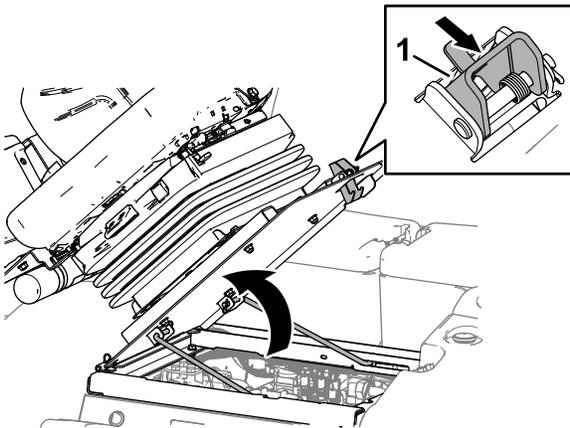

Figura 63
1. Spostate il fermo del sedile verso l'esterno (Figura 63).